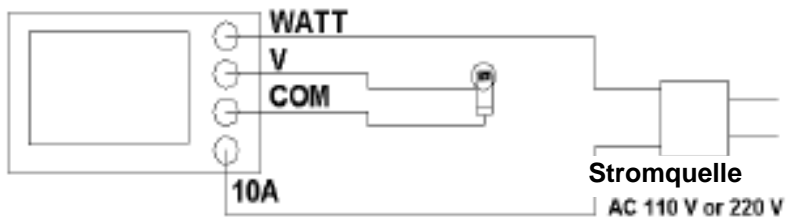

Abb. 2
- 5) Schalten Sie die Stromquelle der zu messenden Geräte ab. Verbinden Sie die Testkabel gemäß Abb. 2 mit den Klemmen (3 – 16, 3 – 17, 3 – 18, 3 – 19).
- 6) * Verbinden Sie die „LAST“ mit den Klemmen 3 – 17, 3 – 18 (s. Abb. 2).
* Verbinden Sie die „STROMQUELLE“ mit den Klemmen 3 – 16, 3 – 19 (s. Abb. 2).
„V“-Eingangsbuchse (3 – 17, Abb. 2) und „COM“-Eingangsbuchse (3–18, Abb. 2)
Verbindung der Wandler-Stromabgabe mit der „10 A“-Eingangsbuchse (3 – 19, Abb. 2) und der „COM“-Eingangsbuchse (3 – 18, Abb. 2)
„V“-Eingangsbuchse (3 – 17, Abb. 2) und „COM“-Eingangsbuchse (3 – 18, Abb. 2)
Verbindung des Zangenanlegers (1 AC mV pro 1 ACA), mit den „Clamp-On Current Input“-Eingangsbuchsen (3 – 20, Abb. 2).